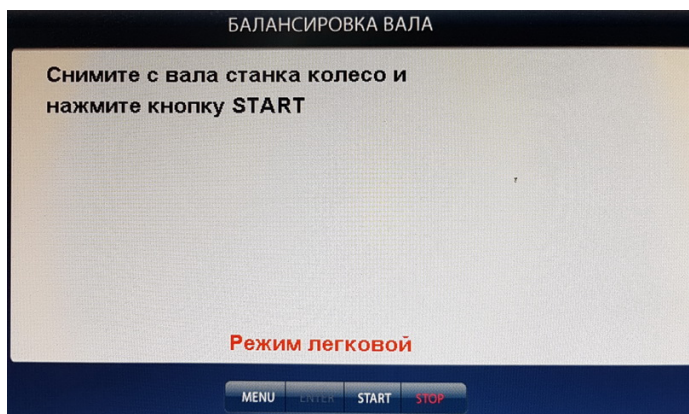

Рис. 19.1.
19.2. Установите требуемый режим балансировки (1 или 2) и войдите в программу калибровки, нажав кнопку МЕНЮ, в открывшемся окне Меню выберите пункт 4 «Калибровка», нажав кнопку 4. Выберите пункт 2. Откроется окно БАЛАНСИРОВКА ВАЛА (рис.19.1).